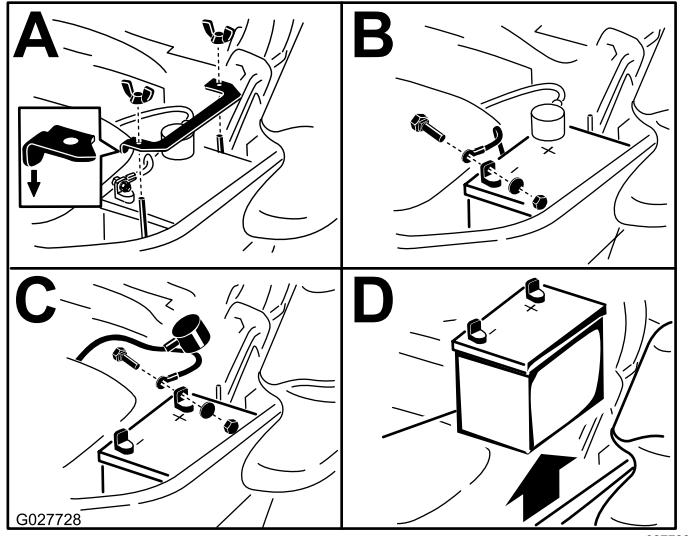

Figura 66
3. Retire la batería, según se muestra en Figura 66.
Nota: Coloque la batería en la bandeja, con los bornes frente al depósito de aceite hidráulico (Figura 66).